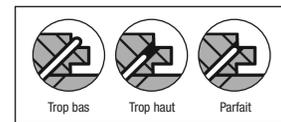

Figure 5
- Les plaques d'adaptateur et les réglages de pression d'air incorrects peuvent causer des dommages sévères au revêtement de sol en bois dur et réduisent la performance (Figure 5). Utilisez toujours un régulateur en ligne pour contrôler la pression d'air de la machine. Réglez la pression à 70 à 75 PSI pour commencer et ajustez la jusqu'à ce que la bonne fixation soit obtenue.